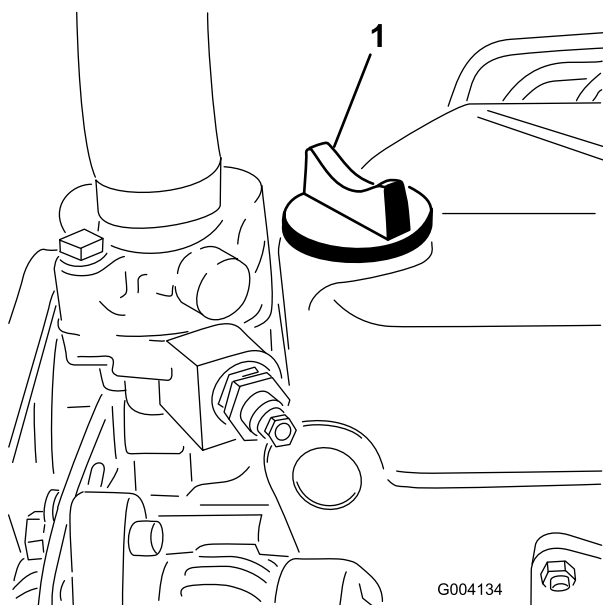

Figure 60
5. Si le niveau n'atteint pas le repère MAXIMUM, enlevez le bouchon de remplissage (Figure 60) et faites l'appoint jusqu'au repère MAXIMUM sur la jauge.